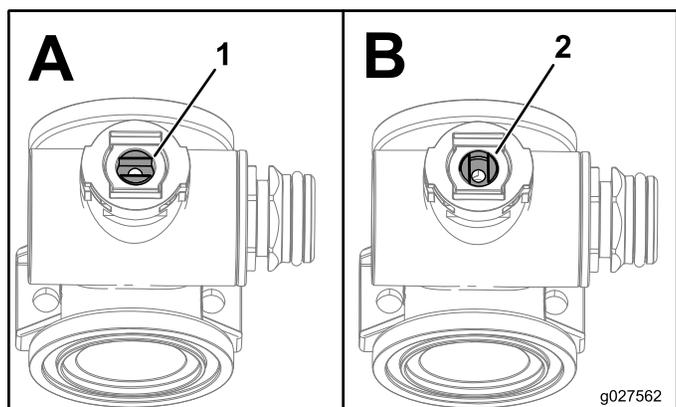

Рисунок 71
1. Расположите шток клапана таким образом, чтобы он был закрыт (вид В на Рисунок 71).
3. Поверните шток клапана таким образом, чтобы шар был в открытом положении клапана (вид А на Рисунок 71).
7. Поверните шток клапана в сборе таким образом, чтобы клапан был закрыт (вид В на Рисунок 71).